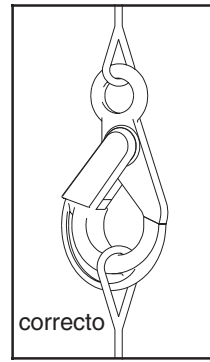

Figura 3
- Asegurarse siempre de que el gancho soporta la carga. (Ver Figura 3.)